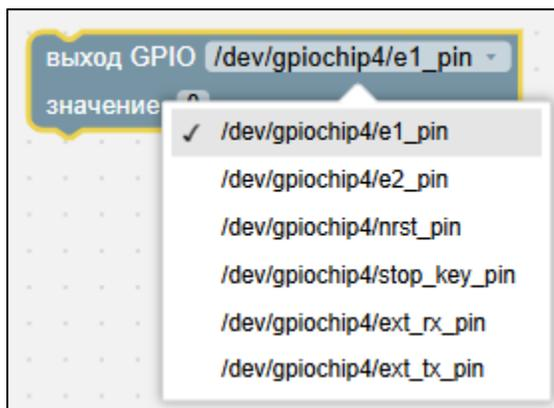

Рисунок 64 – Блок «выход GPIO»
2. Блок «выход GPIO» (см. Рисунок 64):